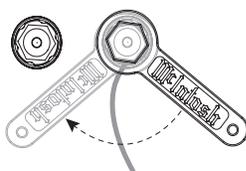

Рисунок 09– Затягивание выходной клеммы
- Поместите прилагаемый гаечный ключ McIntosh на конец выходной клеммы и поверните его на четверть оборота (90 °), чтобы закрепить соединение кабеля громкоговорителя (Рисунок 09). Не перетягивайте